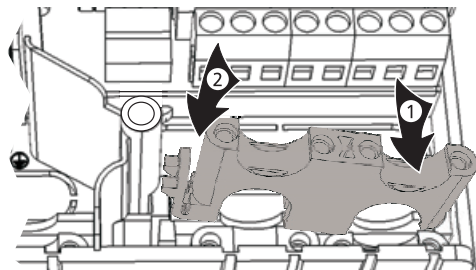

Fig. 4: Inserimento del ponticello destro
1. Inserire il ponticello di destra dapprima dal lato della linguetta ① (Fig. 4).
2. Premere verso il basso l'altro lato del ponticello ② fino a che il morsetto a molla non s'inserisce con uno scatto.